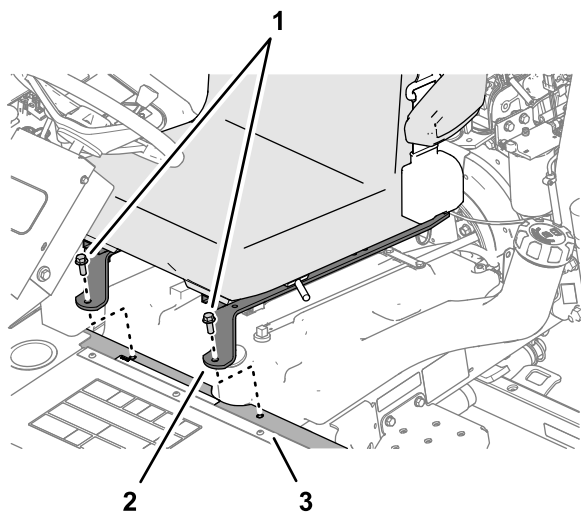

Рисунок 3
2. Выверните 2 колпачковых винта с фланцем, которые крепят планки сиденья к опорному швеллеру (**Рисунок 3**).